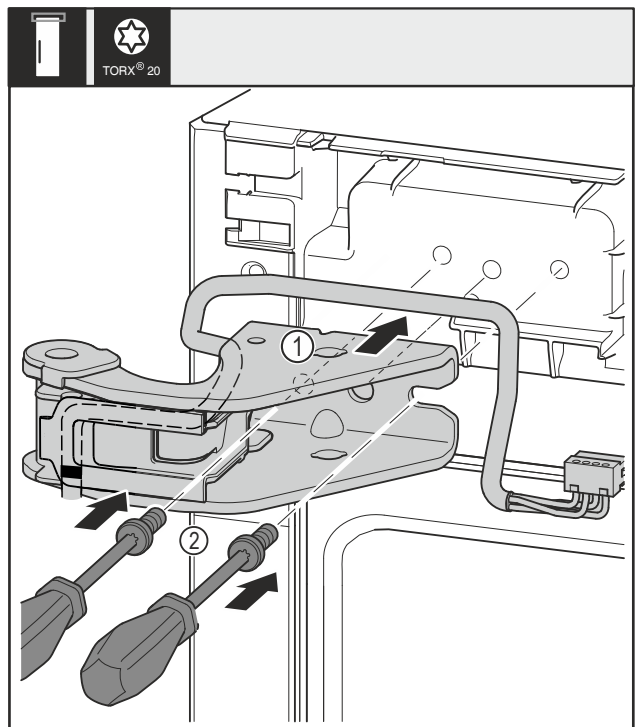

Fig. 20
- Bovenste lagerboks Fig. 20 (1) bevestigen.
- Schroeven Fig. 20 (2) met schroevendraaier plaatsen en vastdraaien.